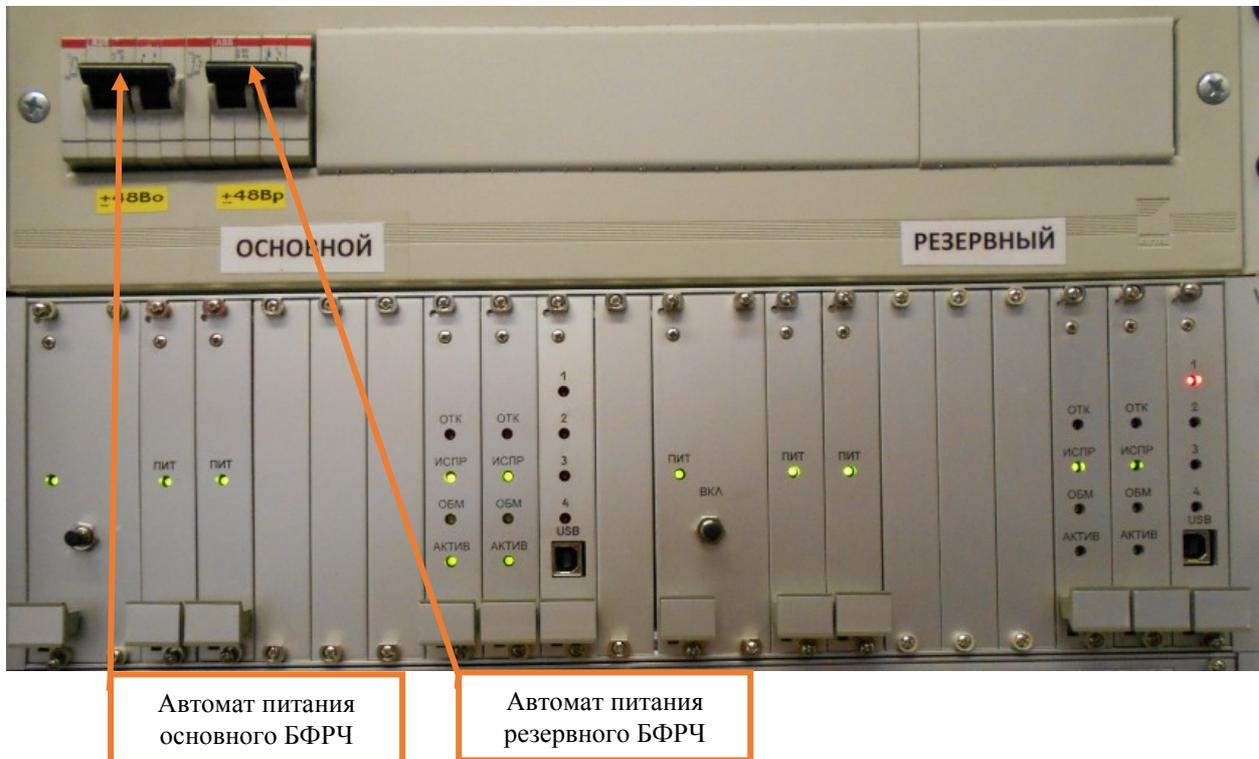

Рисунок 19. Отключение автомата питания.
7.8.3 Отключить автомат, осуществляющий подачу питания на один из полукомплектов блока формирования рельсовых частот (БФРЧ), в который входит заменяемая плата ПУО (Рисунок 19).
7.8.7 Включить автомат, осуществляющий подачу питания на один из полукомплектов блока формирования рельсовых частот (БФРЧ), в котором была заменена плата ПУО (Рисунок 19).